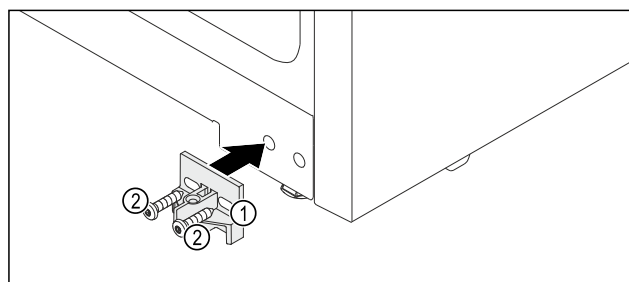

Fig. 17
- Monter la pièce de retenue Fig. 17 (1) avec les vis Fig. 17 (2) sur le côté opposé du boîtier de l'appareil.